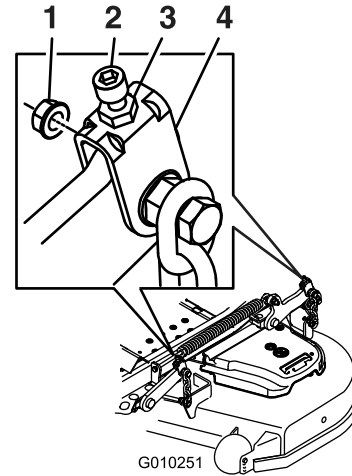

Figura 84
Gire el tornillo de ajuste hasta obtener una altura de 7,6 mm (3 pulg.) (ver Figura 84).
16. Gire el tornillo de ajuste hasta obtener una altura de 8,3 cm (3-1/4 pulg.) (Figura 84).